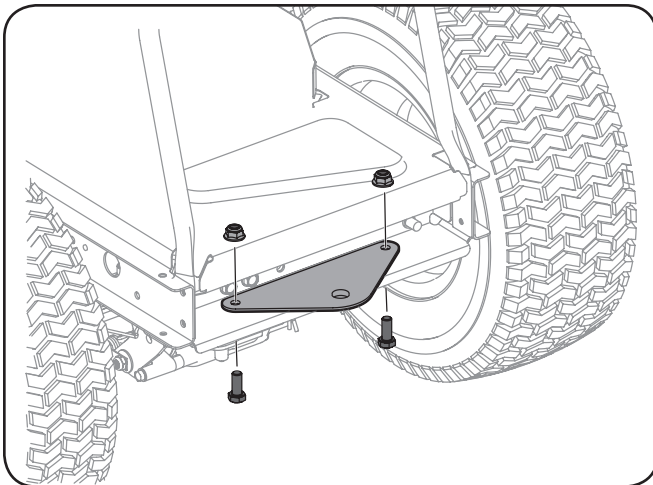

Figura 3-11
1. Retire la placa de enganche instalado de fábrica montaje en la parte trasera del tractor. Vea la Figura 3-11.
2. Coloque la placa de enganche, embalada con las piezas sueltas, con el lado plano hacia arriba como se muestra en la Figura 3-11. Sujete con los dos pernos y tuercas hexagonales retiradas.